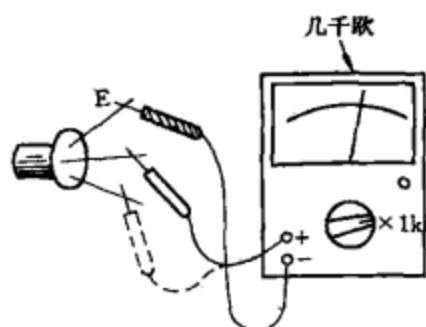

图 3-73
(1) 检测 PN 结正向电阻时（以 N 型基极管为例，下同），黑表笔（表内电池正极）接发射极 E，红表笔分别接两个基极，如图 3-73 所示，读数均应为几千欧。